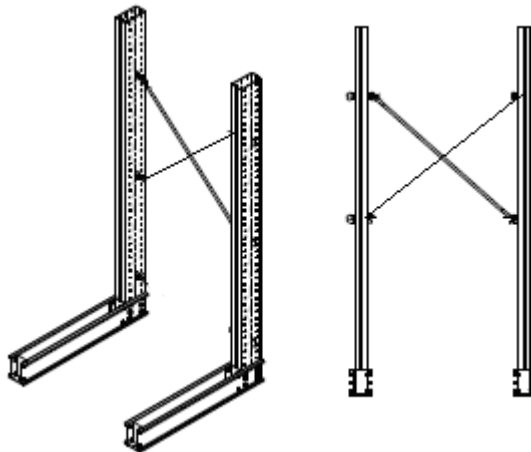

Рис. 4
5.3 Далее устанавливаем раскосы (рис. 4), закрепляя 2 штуки диагональных раскосов между двумя стойками с помощью болтов М8х20 (по 2 комплекта на 1 раскос):